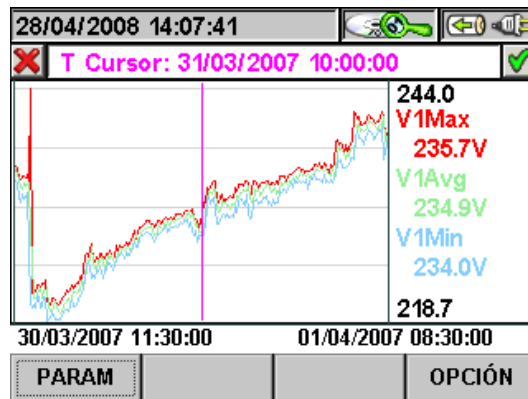

Fig. 119: Gráfico de Registro
- La tecla **ENTER** (o el icono  en el visualizador) confirma la selección efectuada anteriormente y visualiza el gráfico del parámetro seleccionado (Fig. 119).